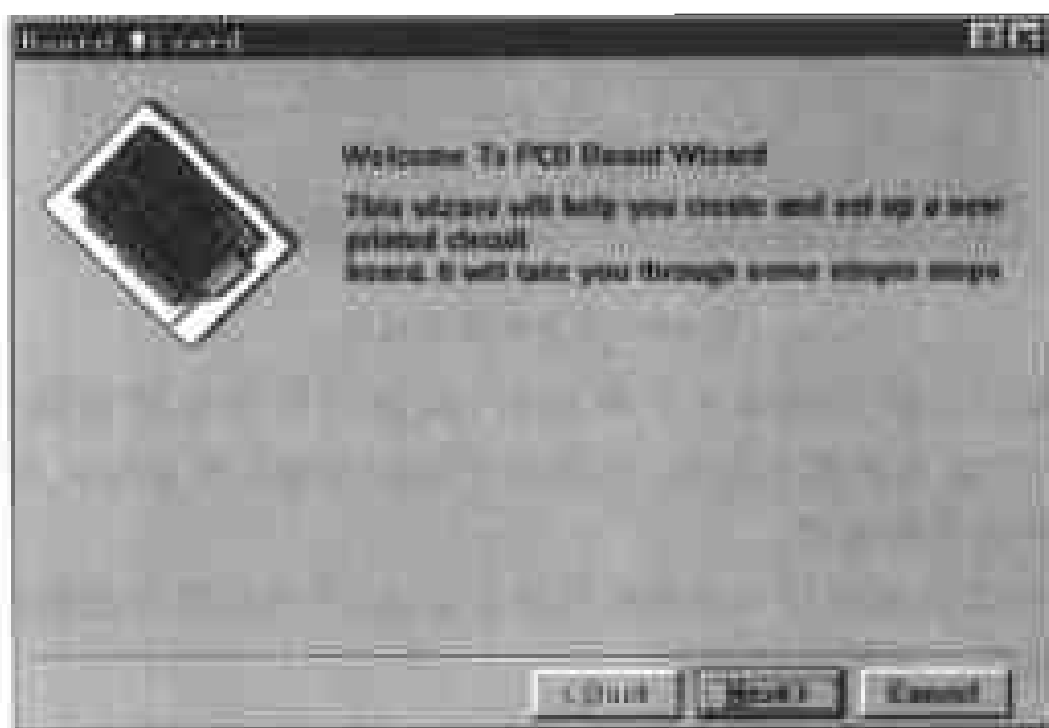

图 8-4 欢迎使用板框向导
(2) 在对话框中单击 Printed Circuit Board Wizard 图标,然后单击底部的 OK 命令按钮,弹出如图 8-4 所示的对话框。